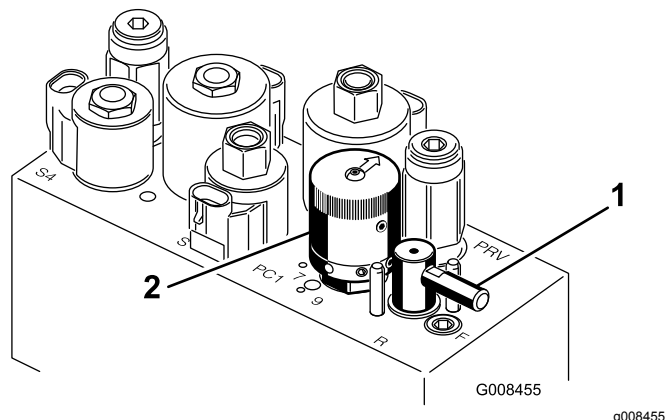

Bild 50
5. Drehen Sie den Läpphebel auf R (Bild 50).
6. Drehen Sie dann das Handrad zur Spindeldrehzahl auf Einstellung 1 (Bild 50).